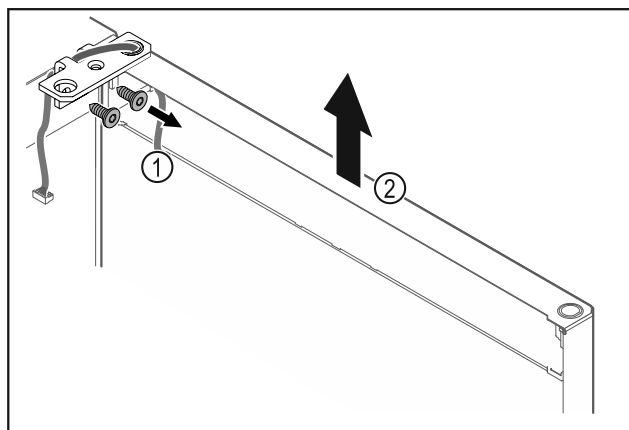

Fig. 18
- ▶ Ξεβιδώστε τη γωνία μεντεσέ Fig. 18 (1).
- ▶ Σηκώστε την πόρτα μαζί με τη γωνία μεντεσέ Fig. 18 (2) περίπου 200 mm ευθεία προς τα επάνω και αφαιρέστε τη.